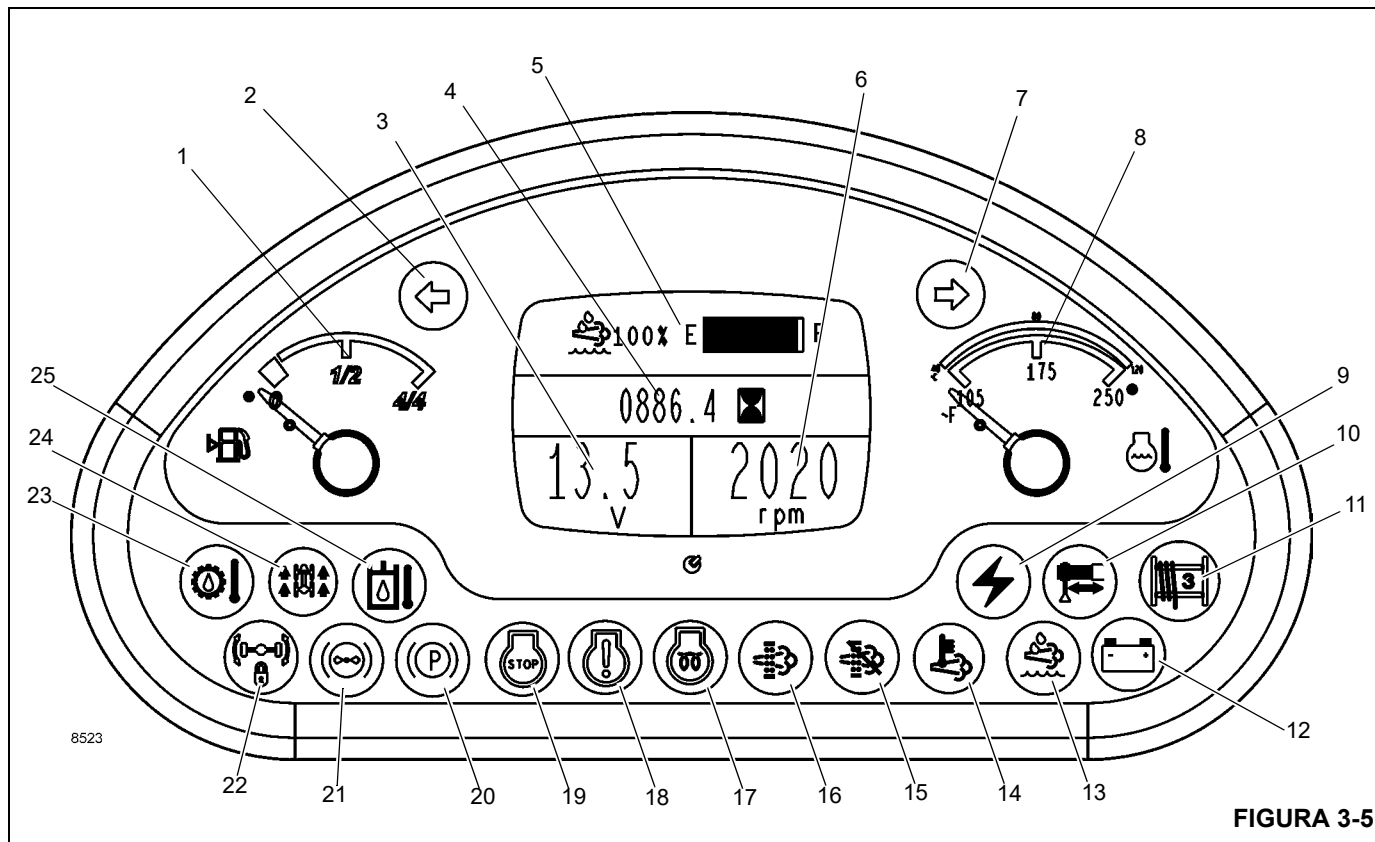

FIGURA 3-5
(Figura 3-5) - Números de artículos
El medidor de combustible (1) (Figura 3-5) indica la cantidad de combustible en el tanque y tiene una escala marcada de 0 (vacío) a 4/4 (lleno). El medidor de combustible recibe una señal de una unidad emisora en el tanque de combustible.
El indicador de inhibición de limpieza del sistema de escape (15, Figura 3-5) se iluminará de color ámbar cuando el interruptor de limpieza del sistema de escape esté en la posición de INHIBICIÓN.
Si la condición persiste, destella la luz de apagar (17, Figura 3-5) para advertir al conductor que debe apagar el motor y resolver el problema antes de volverlo a arrancar.